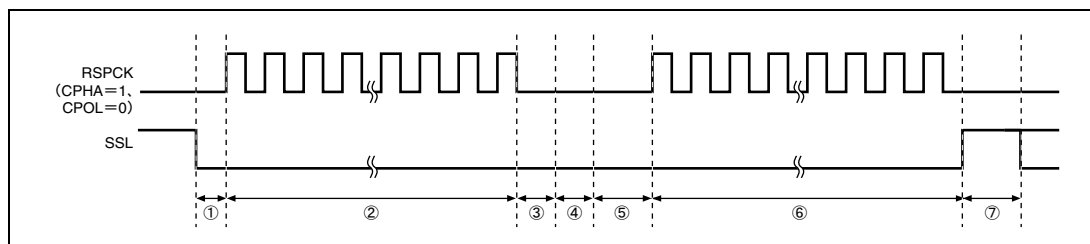

図 18.22 SSLKP ビットを利用したバースト転送動作の例
SSLKP ビットに 1 を設定した SPCMD での SSL 信号出力設定と、次転送で使用する SPCMD での SSL 信号出力設定が異なる場合、RSPI は次転送のコマンドに対応した SSL 信号のアサート時 (図 18.22 の⑤) に SSL 信号状態を切り替えます。このような SSL 信号の切り替えが発生した場合、MISO をドライブするスレーブが競合して信号レベルの衝突が発生する可能性があるため、注意してください。